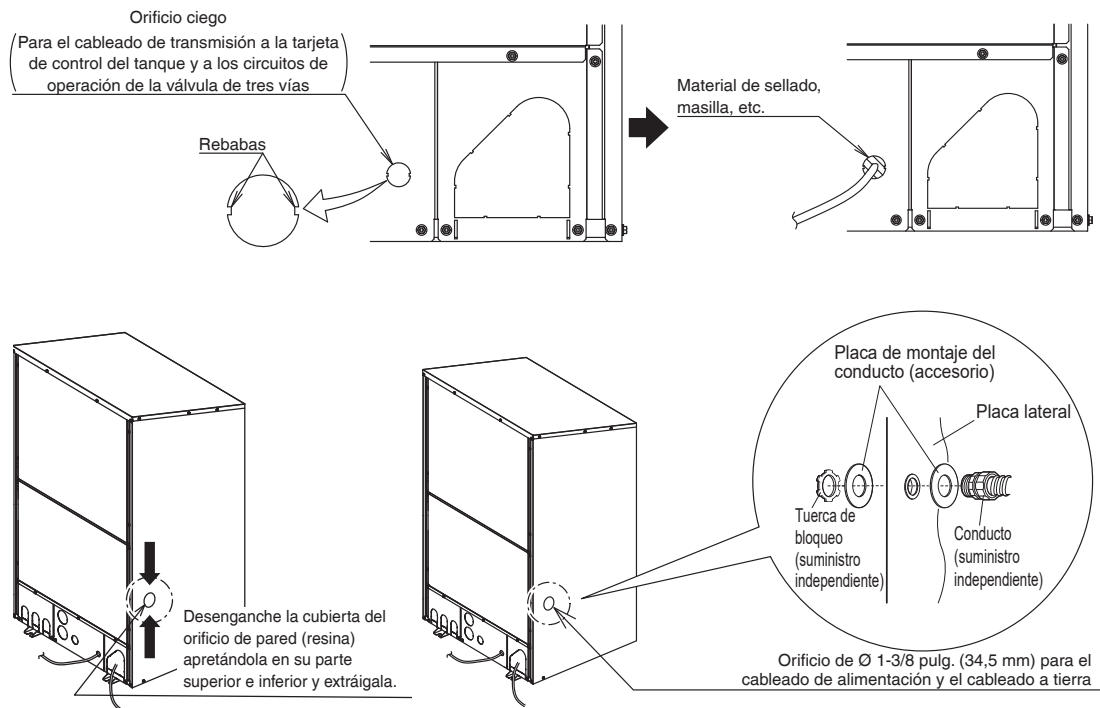

Fig. 17
- Línea de alimentación: Retire la cubierta del orificio de pared como se muestra a continuación y conecte la línea de alimentación utilizando el conducto en la Fig 17.